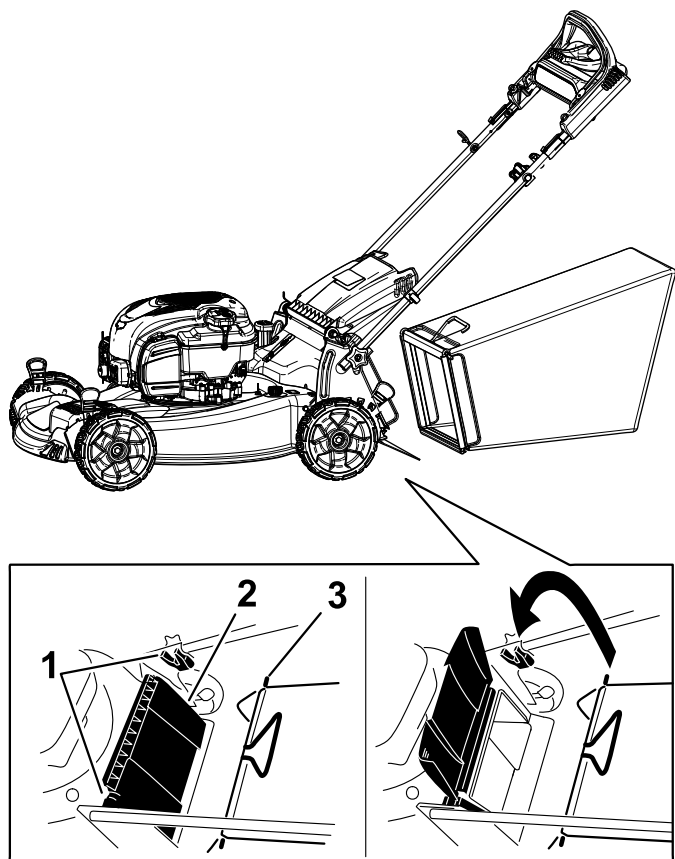

Figura 16
1. Levante y sujete el deflector trasero (Figura 16).
2. Instale la bolsa de recortes, asegurándose de que los pasadores de la bolsa descansan en las muescas del manillar (Figura 16).